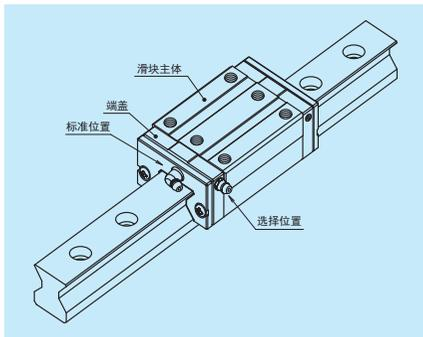
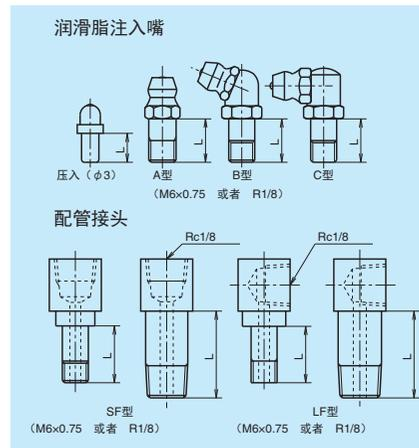

图 12 润滑用零件的安装位置
图 14 润滑脂注入嘴和专用配管接头
(1) 润滑用零件的种类
- RA 系列的润滑脂注入嘴和配管接头如图 14、表 11 所示。
(2) 润滑用零件的安装位置
- 在 RA 系列中，润滑脂注入嘴和专用配管接头标准型号的安装在滑块的端面上。作为自由选择也可安装在滑块的端面上。作为自由选择也可安装在端盖的侧面 (图 12)